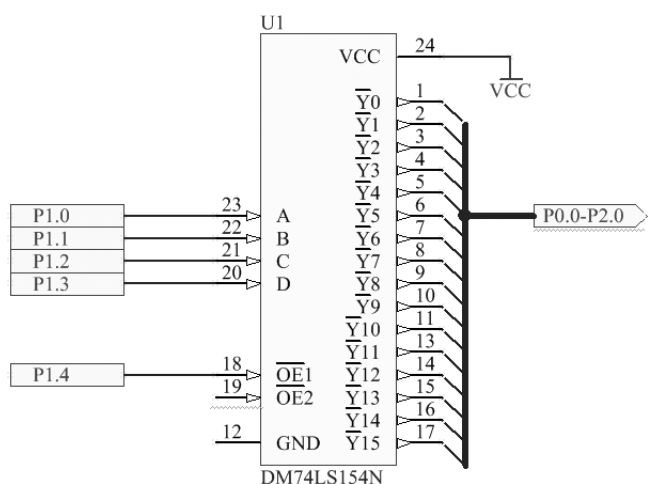

图 15-23 完成连线后的解码电路原理图
2) 放置好元件后，对元件标识符进行设置，然后进行合理布局。布局结束后，进行连线操作。完成连线后的解码电路原理图如图 15-23 所示。单击“原理图标准”工具栏中的  (保存) 按钮，保存原理图文件。